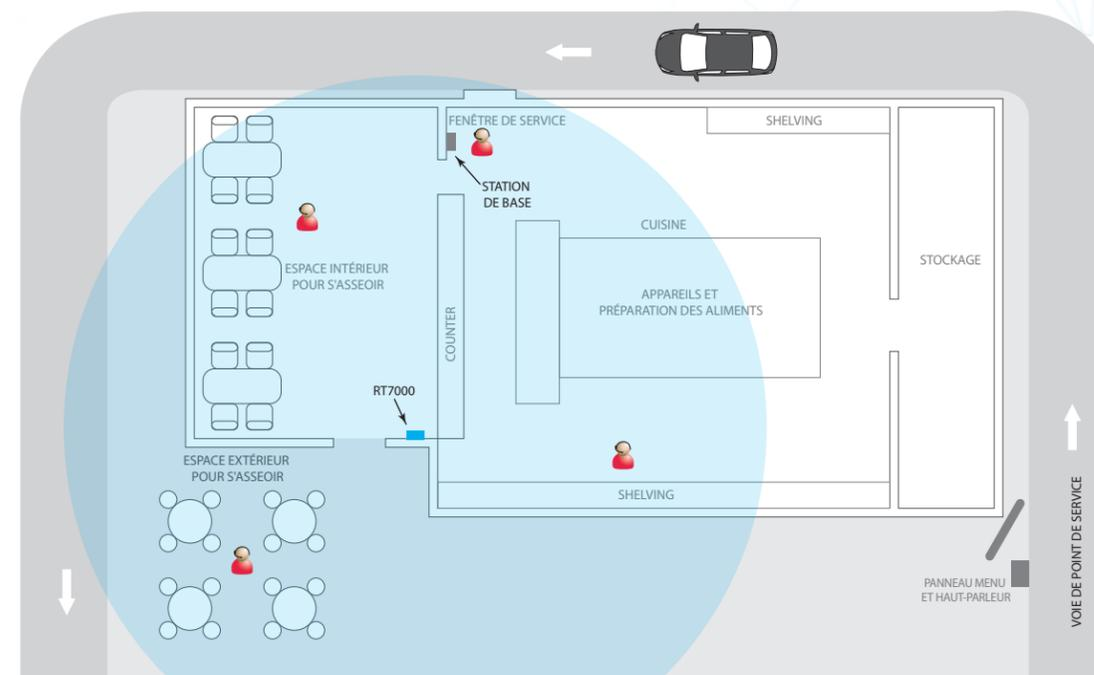

Fig. 1.3
- Le choix d'un bon emplacement de montage du RT7000 (émetteur-récepteur) est essentiel (voir l'étape 5, les Fig. 1.3, 1.4 et les Notes sur les composants à la page 3 pour plus de détails).
- 5** **Étape essentielle :** Montez sans serrer le RT7000 dans un endroit central pour une couverture optimale (jusqu'à ce que la portée soit testée aux étapes 9 et 10 à l'aide de l'assistant d'installation). Par exemple, remarquez les Fig. 1.3 et 1.4. Elles montrent deux agencements différents de magasins avec des zones ciblées spécifiques où les casques sont principalement utilisés. Dans ces exemples, l'emplacement choisi pour le RT7000 (représenté par le petit rectangle bleu) offrira la meilleure couverture, indiquée par les zones encadrées en bleu. Chaque magasin a exigé que le RT7000 soit monté à un endroit différent, mais central, afin de fournir la meilleure couverture globale, propre aux besoins du magasin. La disposition du magasin et les obstructions ont également affecté l'emplacement et la plage. (voir "Component Notes" on page 3 pour plus de détails sur l'emplacement du RT7000).